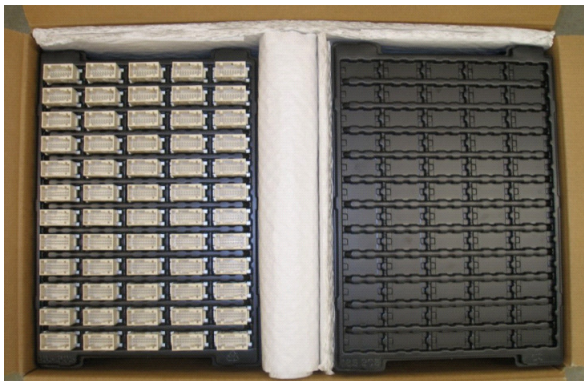

Figure 1
4. Caler les piles avec des coussinets papier réf. 740045-4 comme indiqué sur les figures 1 et 2.
4. Adjust the stacks of trays with paper cushion pn 740045-4 see figures 1 and 2.